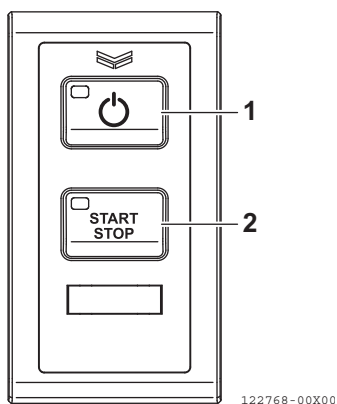

Abbildung 25
4. Den Hauptschalter auf dem Schaltfeld der gewählten Station drücken (**Abbildung 25, (1)**).
9. Den START/STOP-Schalter (**Abbildung 25, (2)**) drücken und den Anlasser einschalten.